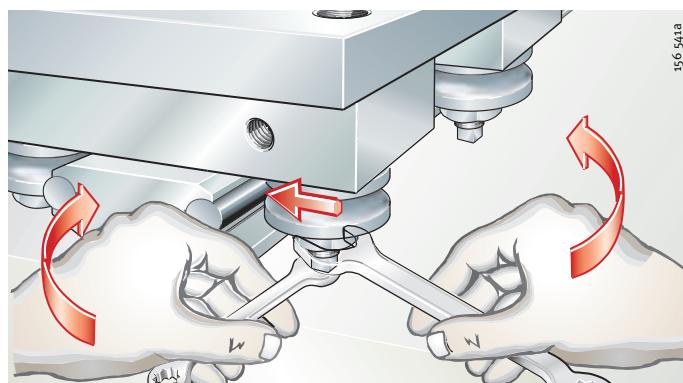

Рис. 2
- Установить каретки, при необходимости отрегулировать зазор (Рис. 2, стр. 25).
Каретку LFDL..-B установить на направляющий рельс и отрегулировать без нагрузки. При этом так повернуть эксцентриковую цапфу рожковым или накидным ключом, чтобы ролики прилегали к дорожке качения; соблюдать направление вращения (*Рис. 2*).